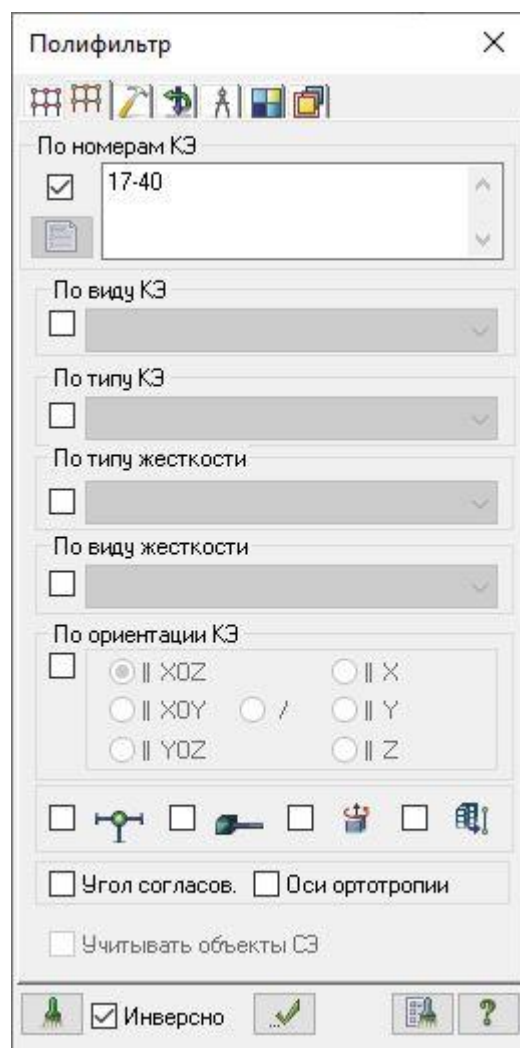

Рис.5.11. Диалоговое окно ПолиФильтр
- Далее установите флажок **По номерам КЭ** и в соответствующем поле введите номера элементов **17 – 40** (рис.5.11).